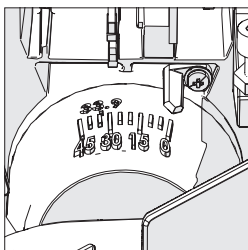

Abb. 23
- Neigen Sie den Schneidkopf in den gewünschten Winkel. Die Einstellung wird durch einen eingearbeiteten Winkelmesser erleichtert. (**Abb. 23**)